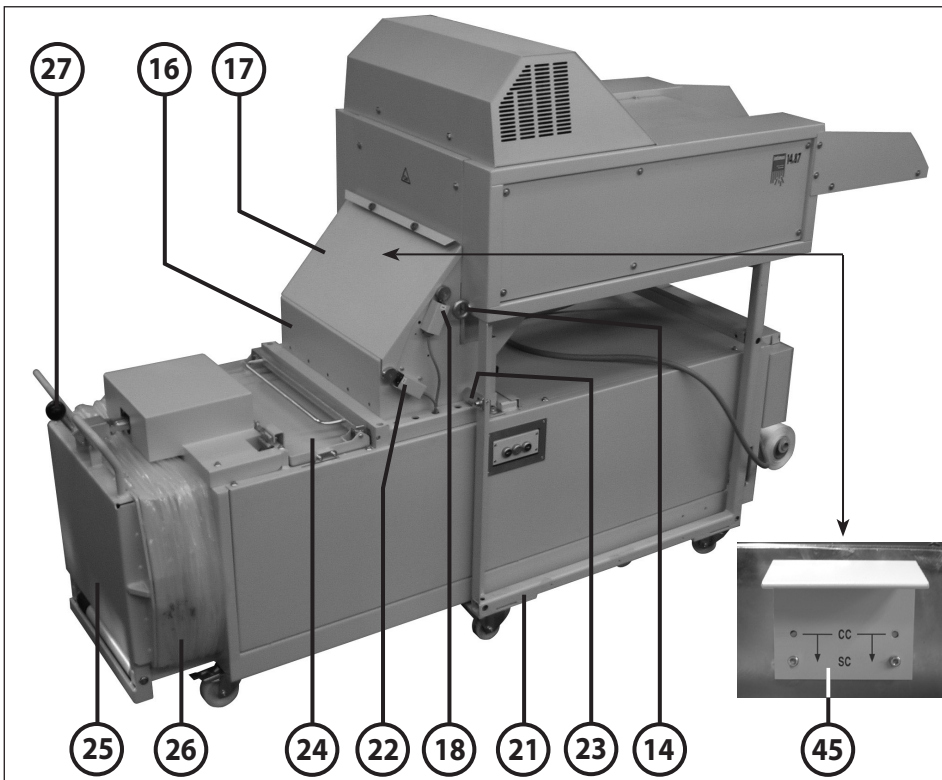

Abb. 7
7. Die beiden Schalterabdeckungen (43) jeweils über den Endschaltern positionieren und mit je zwei Schrauben M5x16 und Muttern M5 am Trichter befestigen.
8. Abdeckklappe (17) öffnen. Position des Sicherheitswinkels Überfüllung prüfen (45) (Abb. 7):
ZUSAMMENBAU DER KOMBINATION (Abb. 7, 8 und 9):
1. Den Verdichter unter den Shredder schieben. Shredder und Verdichter mit Hilfe der beiden dem Shredder beigelegten Fixierwinkel (23) verschrauben (Abb. 7).
5. Den Verschlusshebel (27) (Abb. 7) um 180° drehen und den mitgelieferten Kugelgriff aufschrauben.